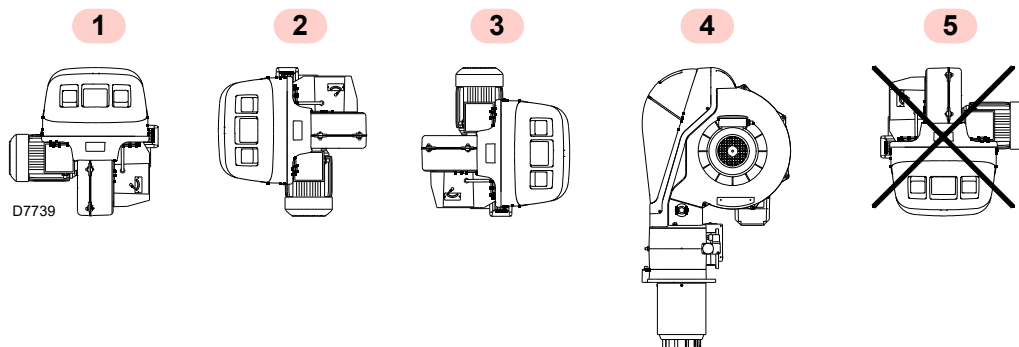

Fig. 11
- Brænderen er udelukkende designet til drift i positionerne **1**, **2**, **3** og **4** (Fig. 11).